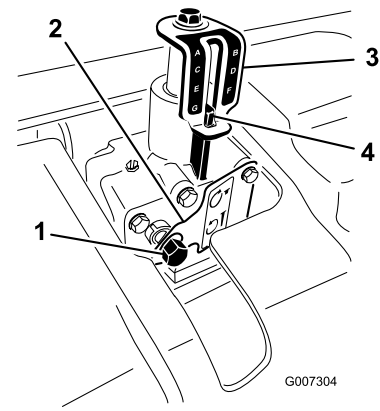

図 21
5. 穴あけ深さを浅くするには、深さアジャスタを右に回し、穴あけ深さを深くするには左に回す (図 21)。
6. ステッカーに示すように希望する穴あけ深さになるように深さアジャスタで調整する (図 21)。
3. ラチェットに 9/16” ソケットを取り付け、深さアジャスタの入力シャフトにあてがう (図 21)。